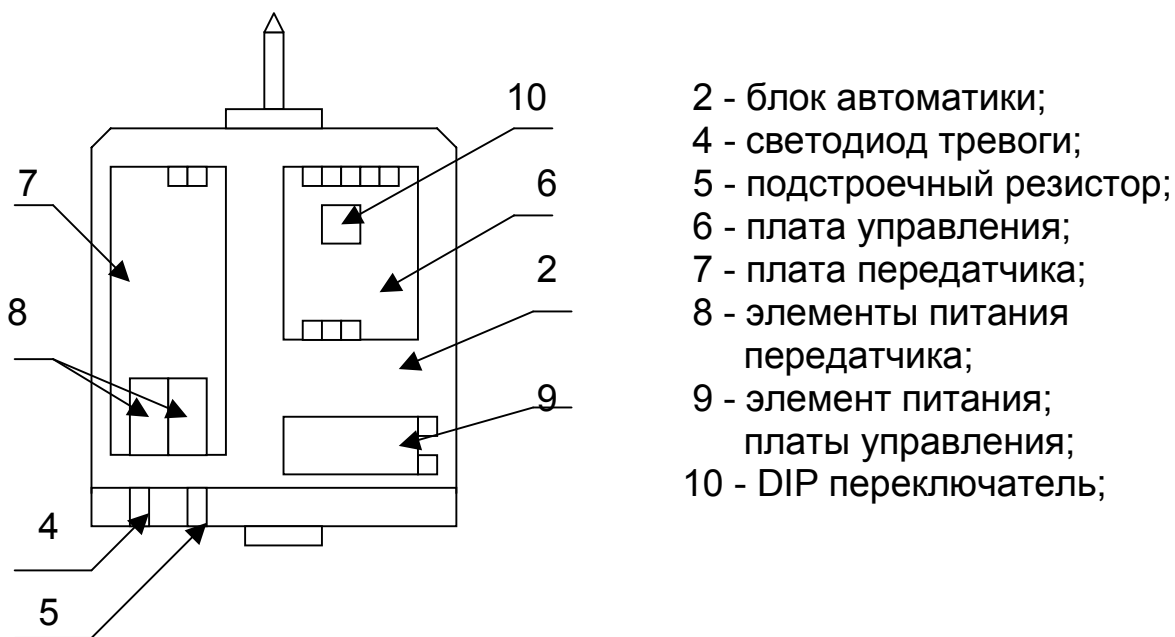

рис.2
3.2 **Блок автоматики 2** выполнен в виде выдвигающейся полочки из корпуса 1(рис.2). На лицевой панели блока находится светодиод 4 и подстроечный резистор 5, позволяющий плавно регулировать чувствительность устройства. В блоке автоматики 2 находятся две платы: плата управления 6 и плата передатчика 7 со встроенными литиевыми элементами питания 8. А также элемент питания 9 платы управления представляющей собой элемент питания типа «Крона».